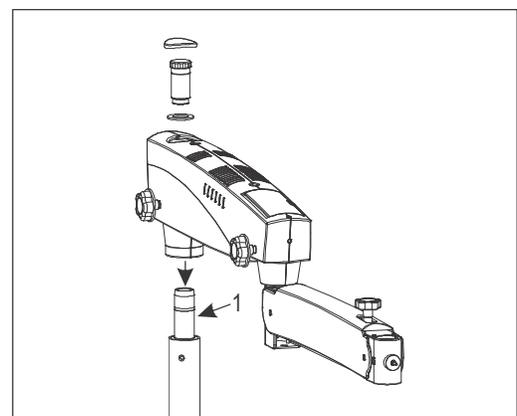

Fig. 4
Installer l'ensemble du bras tournant sur l'axe vertical du support (1). Voir Fig. 4.